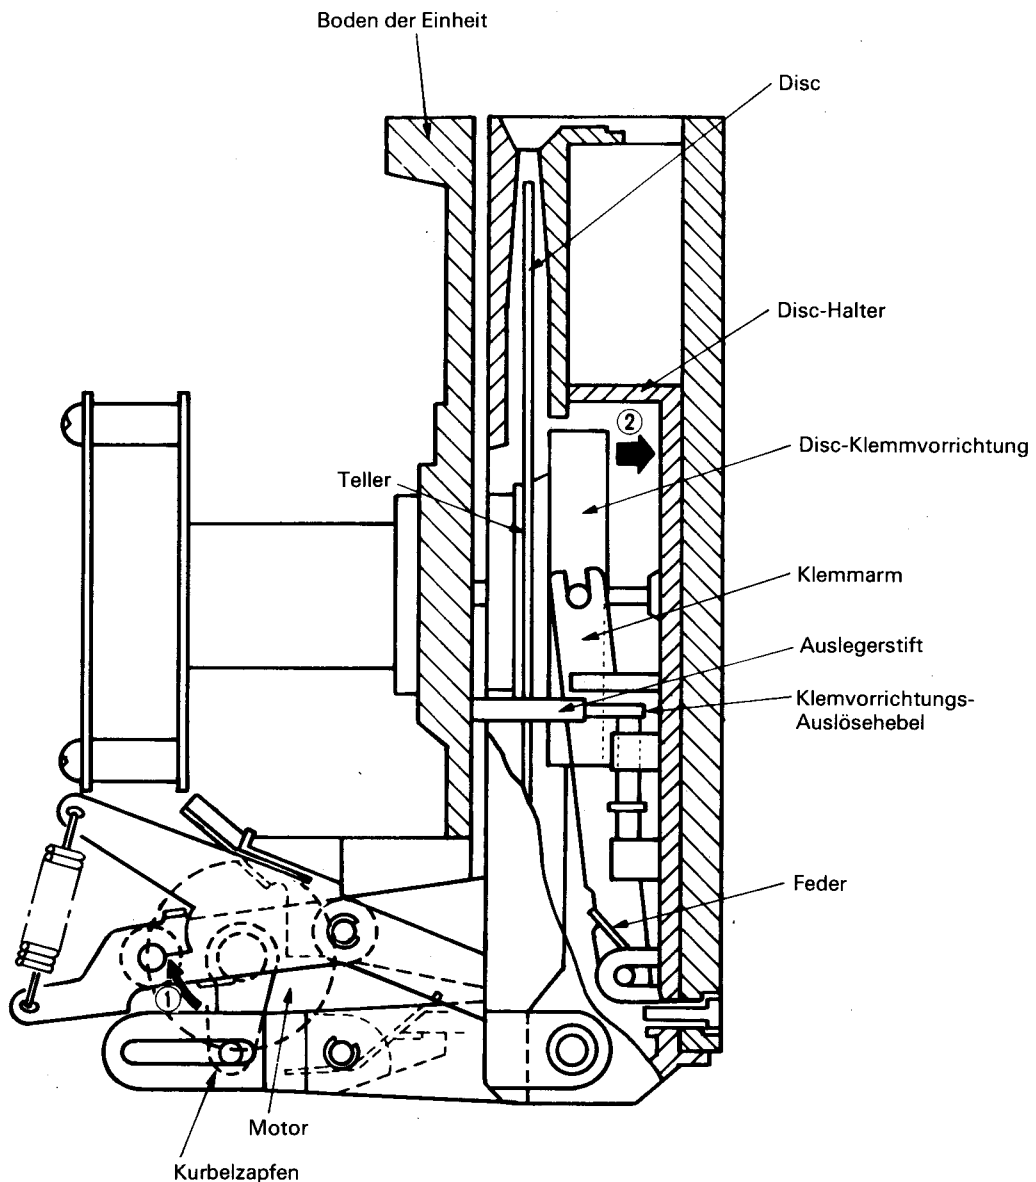

Abb. 59
Wenn der Öffnungsvorgang (OPEN) durchgeführt wird, werden die Auslegerstifte vom Klemmvorrichtung-Auslösehebel zurückgezogen. Dadurch kehrt die Disc-Klemmvorrichtung in richtung des mit 2 gekennzeichneten Pfeils zurück. Dies wird durch die Federkraft einer Feder bewirkt, die am unteren Teil des Klemmarms angebracht ist. (Siehe Abb. 59).
2. UP-Position für die DISC (1)
Wenn sich der in Abb. 59 gezeigte Kurbelzapfen in Richtung der Pfeile bewegt, berühren bei einem bestimmten Öffnungswinkel die am Dreharm (B) ange-